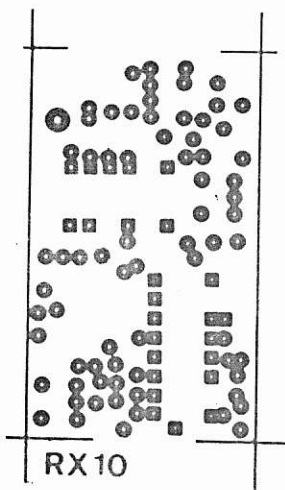

FIGURE 4. – Verso du circuit imprimé récepteur.
Ils sont à faire en époxy 15/10, par méthode photo... ou autre ! Se reporter aux figures 4, 5 et 6.
- Figure 4 : platine récepteur verso.